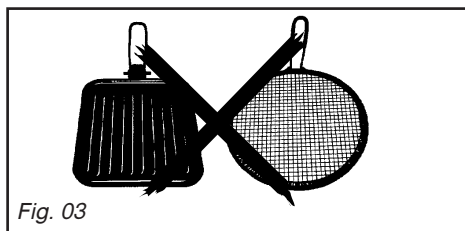

Fig. 03
– N'utilisez pas de diffuseurs, de grille-pain, de grilloirs à viandes en acier et des faitouts avec des pieds reposant ou effleurant le dessus verre (Fig. 03).